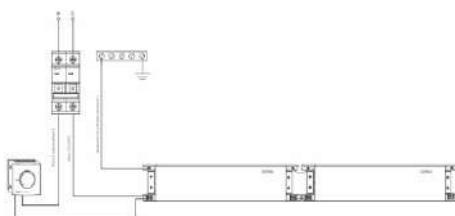

Abb. 4. Sockelanchlussplan
7.4.9 Der Thermostat muss von einem qualifizierten Elektriker angeschlossen werden, nach dem Schema in **Abb. 4**. Schließen Sie den Thermostat nach dem Anschließen mit einem Deckel und kalibrieren Sie die Temperatur, indem Sie das Thermorelais auslösen.